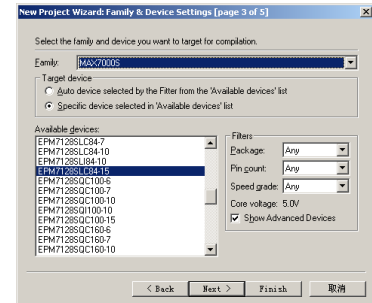

图 27-24 “Family & Device Settings” 对话框
(5) 单击“Next”按钮，进入“Family & Device Settings”对话框，如图 27-24 所示。从中选择 Family 为 MAX7000S 系列，在 Available devices 中选择 EMP7128SLC84-15 即可。